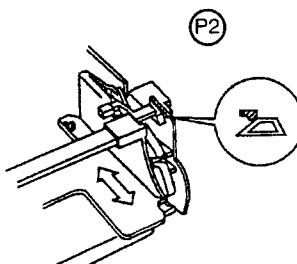
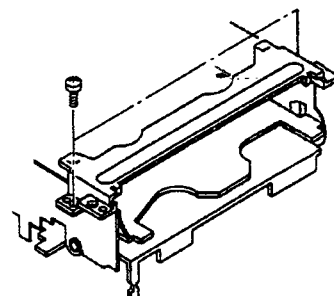

fig. 5b
fig. 5c
- Die Hebel (P2) wie in Abb. 5b dargestellt positionieren, bevor der obere Teil wieder aufgesetzt wird (Abb. 5c).